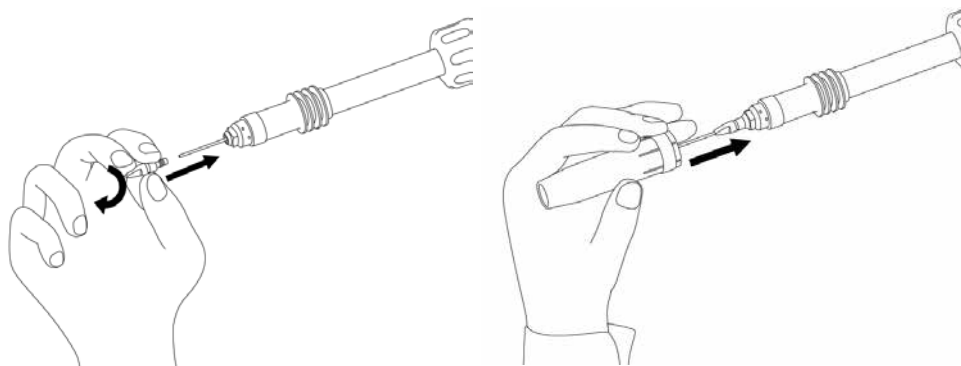

Рис. 7.14. Установка сопла и сварочного наконечника.
3. После того как сварочная проволока будет видна, установите сварочный наконечник и сопло (См. рис. 7.14).